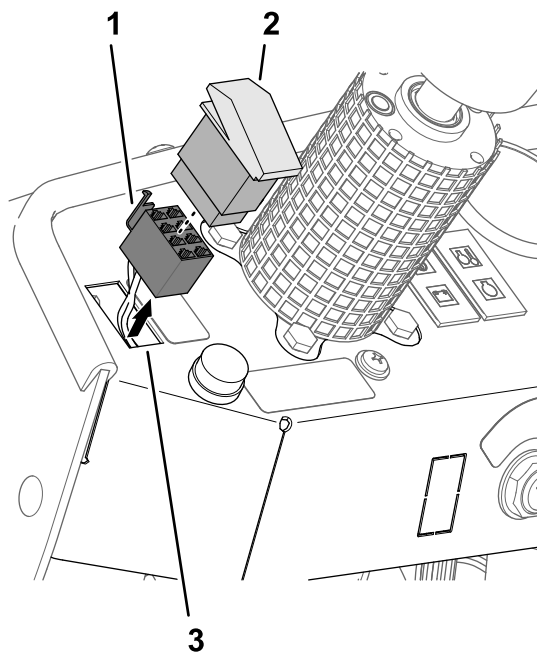

Bild 28
- Nehmen Sie den Scheinwerferschalter aus dem Armaturenbrett (Bild 28).
2. Ziehen Sie den 8-Buchsen-Stecker, der mit HEADLIGHT SWITCH) beschriftet ist, vom Scheinwerferschalter ab (Bild 28).